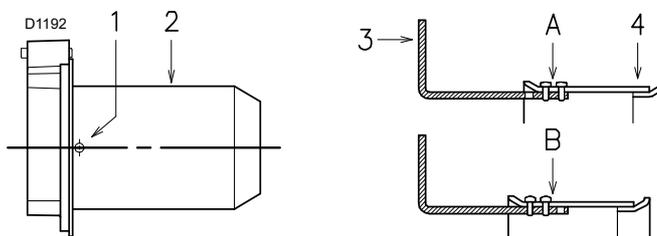

Abb. 13
- die Schrauben 1)(Abb. 13) lösen und das Flammrohr 2) ausbauen;
- die Befestigung des Stabs 3)(Abb. 13) von Position A in Position B versetzen, wodurch der Schieber 4) zurück bewegt wird;
- das Flammrohr 2)(Abb. 13) und die Schrauben 1) wieder anbringen.